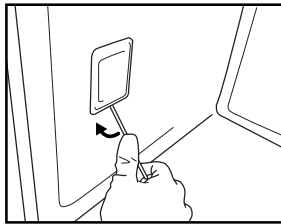

Fig. 7
3. Vipp løs lampedekslet med en flat skrutrekker (fig. 7).